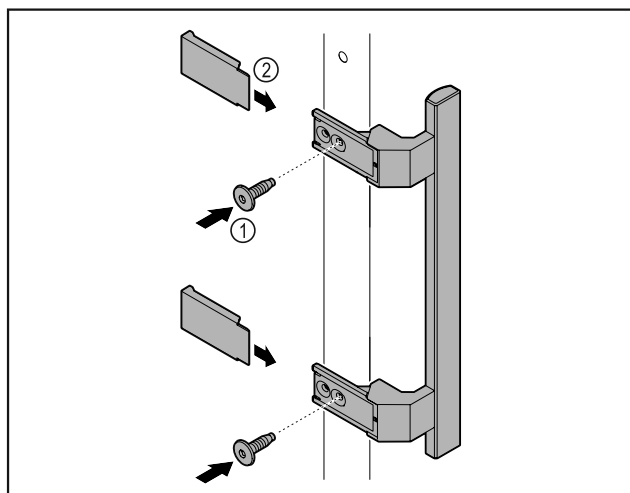

Fig. 9
- ▶ Монтирайте дръжката от пакета с принадлежности с приложените винтове Fig. 9 (1) на вратата.
- ▶ Нахлузете капака Fig. 9 (2).